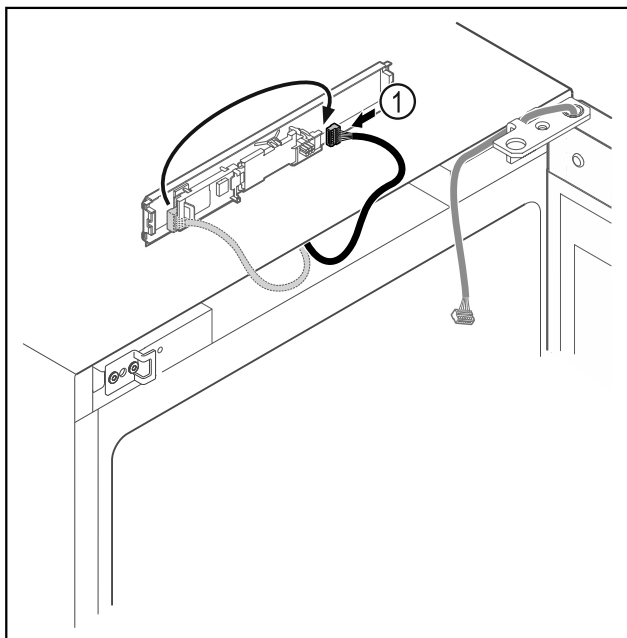

Fig. 17
- Μεταφέρετε το φιν Fig. 17 (1) στην πλακέτα.